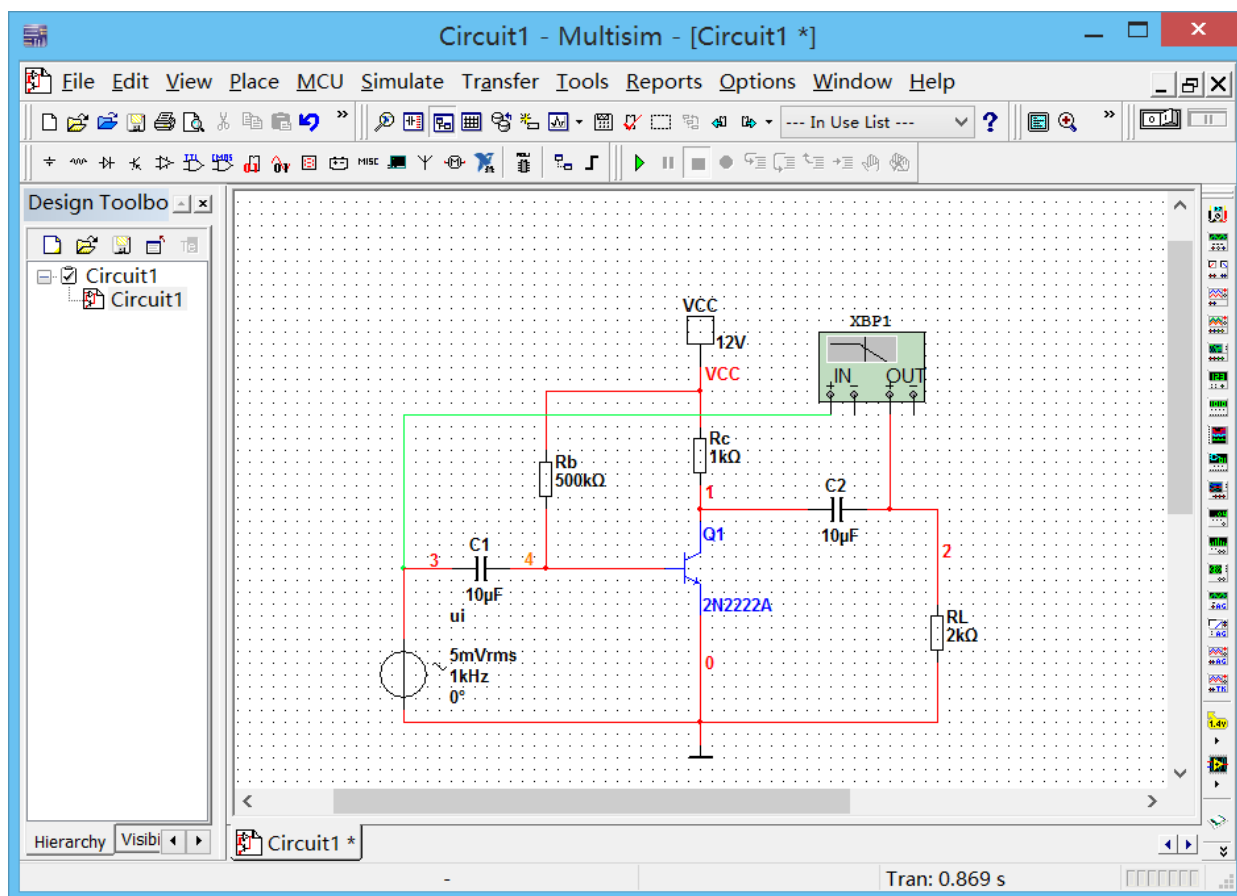

图 7.12 加入波特图仪后的电路
- 改变连线颜色：右击 in 输入端子的+端子与信号源之间的连线，在弹出式菜单中选择 Color 命令改变该连线的颜色，以区别于 out 输出端子的+端子与电路输出端的连线。加入波特图仪后的电路如图 7.12 所示